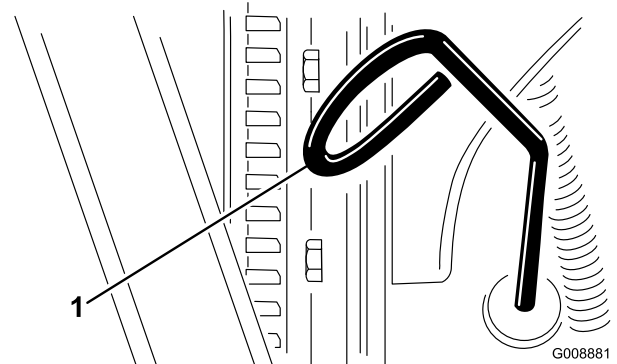

Figura 42
2. Retire la varilla (Figura 42) y límpiela con un paño limpio. Introduzca la varilla en el tubo y asegúrese de que entre a tope. Retire la varilla y compruebe el nivel de aceite.